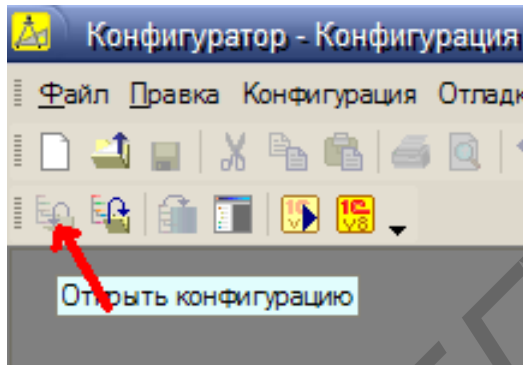

Рис. 4.1. Открытие конфигурации
1. Запустите 1С: Предприятие в режиме конфигуратора и откройте дерево конфигурации (рис. 4.1).